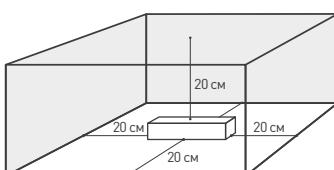

Рис. 1. Свободное пространство
- 4.2. Для естественной вентиляции обеспечьте не менее 20 см свободного пространства вокруг источника питания, как изображено на Рис. 1. При невозможности обеспечить свободное пространство используйте принудительную вентиляцию.